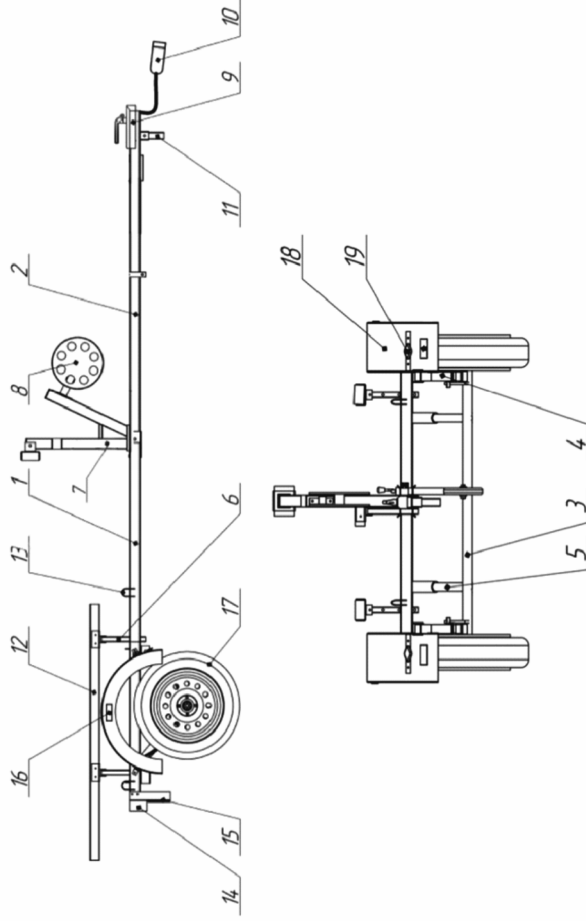

Рис. 1. Общий вид прицепа.
4.1. Общий вид прицепа и его составные части показаны на (рис. 1).